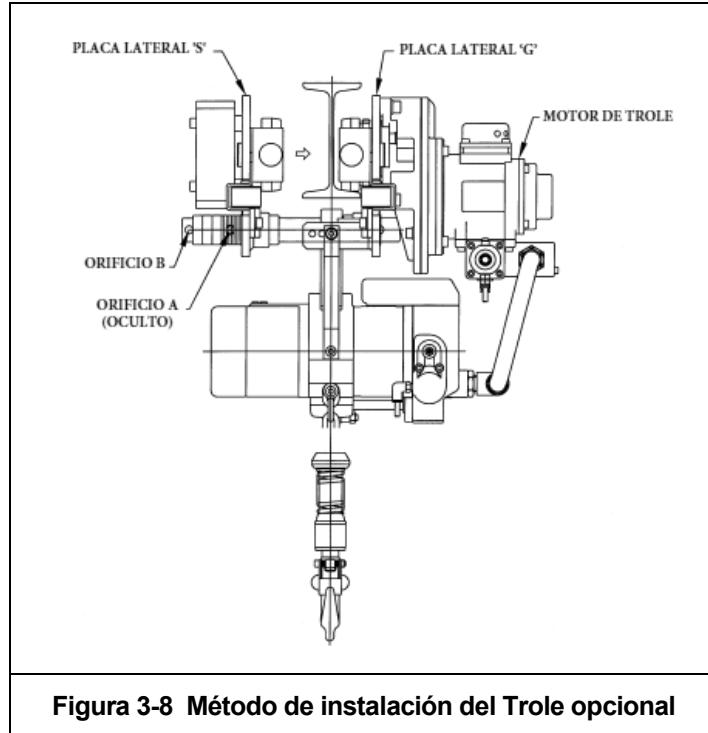

Figura 3-8 Método de instalación del Trole opcional
- 1) Mueva el Pasador de Tope del Eje al Orificio B (consulte la Figura 3-8).